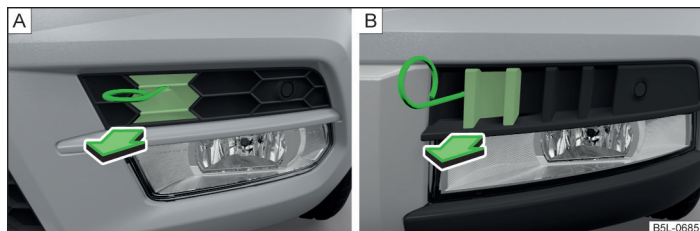

Fig. 198 Rejilla protectora: Variante 1 / Variante 2
- Quite la tapa de plástico de la rejilla protectora en el sentido de la flecha » fig. 198 por medio del estribo para retirar los tapacubos integrales » página 235, *Equipo de herramientas a bordo*.
- Coloque la tapa de plástico y apriétela en la rejilla protectora » fig. 198 de la página 256¹⁾.